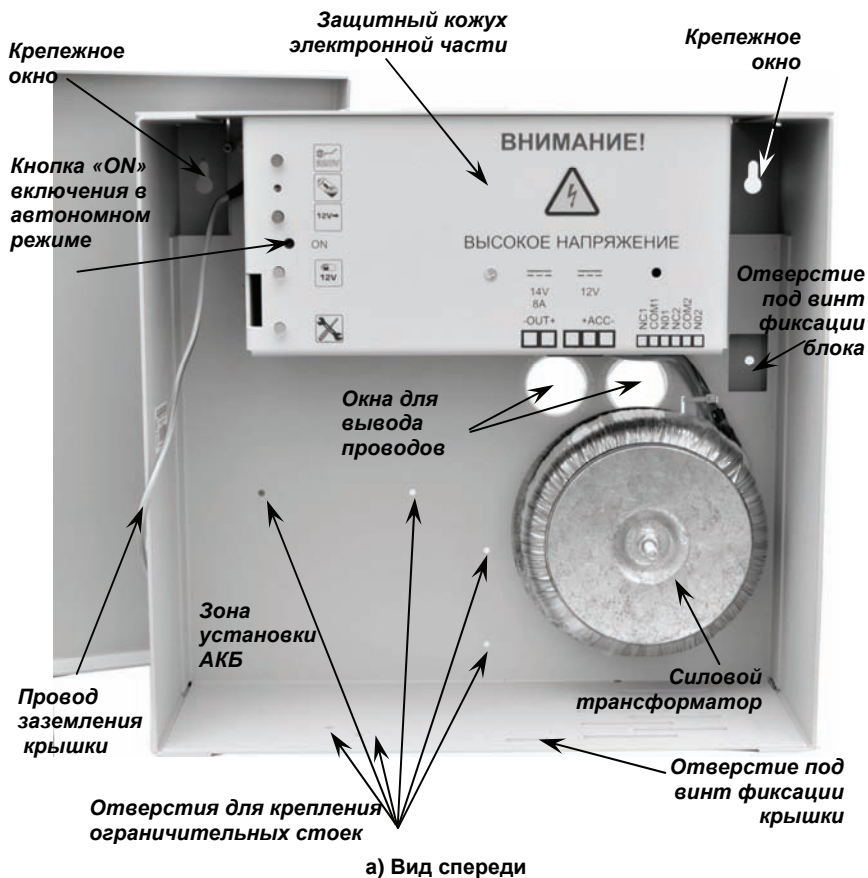

Рисунок 2 – Вид ББП со снятой крышкой
- Система отверстий для крепления ограничительных стоек АКБ (см. рисунок 2) позволяет с помощью ограничительных стоек и винтов М3х10 из комплекта крепежа установить внутри корпуса ББП аккумуляторы следующих габаритных размеров: 151х95х65, 151х95х75, 151х95х98.
и) Запрещается включение ББП при снятом защитном кожухе (см. рисунок 2).
Доступ к контактам для подключения внешних цепей открывается после снятия крышки корпуса, которая подвешена в верхней части корпуса и дополнительно фиксируется снизу винтом (рисунок 2).